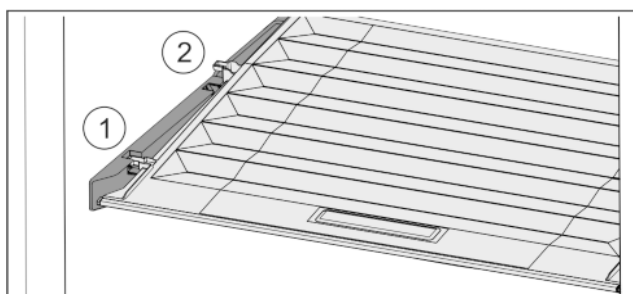

Fig. 32
- Vytáhněte víko dopředu až k otvoru v přídržných dílech Fig. 32 (1).
- Vzadu zesodu nadzvedněte a vyjměte směrem nahoru Fig. 32 (2).